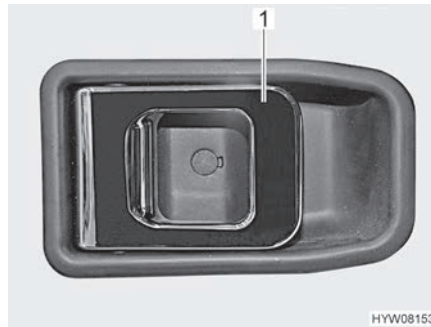

Bild 43 Türschloss (Fahrertür innen)
**Öffnen:** ■ Am Griff (Bild 43,1) ziehen. Das Türschloss wird entriegelt bzw. geöffnet.
**Verriegeln:** ■ Den Griff (Bild 43,1) drücken. Das Türschloss wird verriegelt.